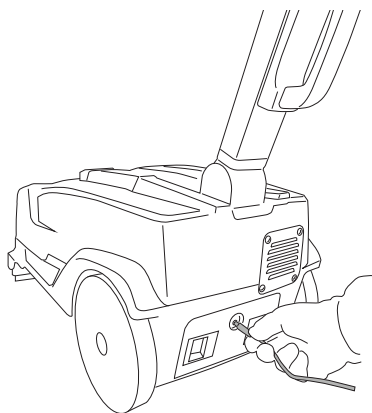

Fig.13
- Conecte el conector jack del cargador de batería en el conector situado en la batería (Fig.13).